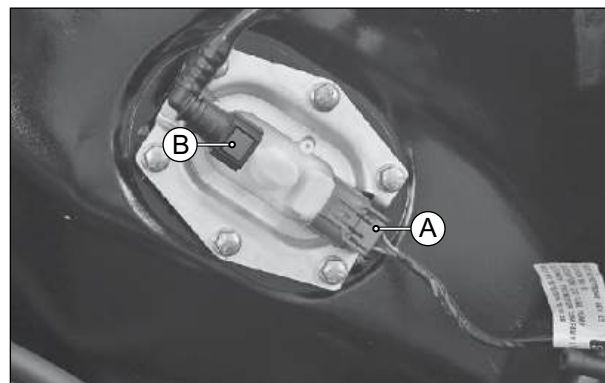

Fig. 4.6
- Pressione a trava do conector da fiação (A) e desconecte cuidadosamente a fiação do conjunto do módulo da bomba de combustível. (Fig. 4.6)
- Pressione a trava do conector de engate rápido (B) da mangueira de combustível e desconecte a mangueira de combustível do conjunto do módulo da bomba de combustível. (Fig. 4.6)